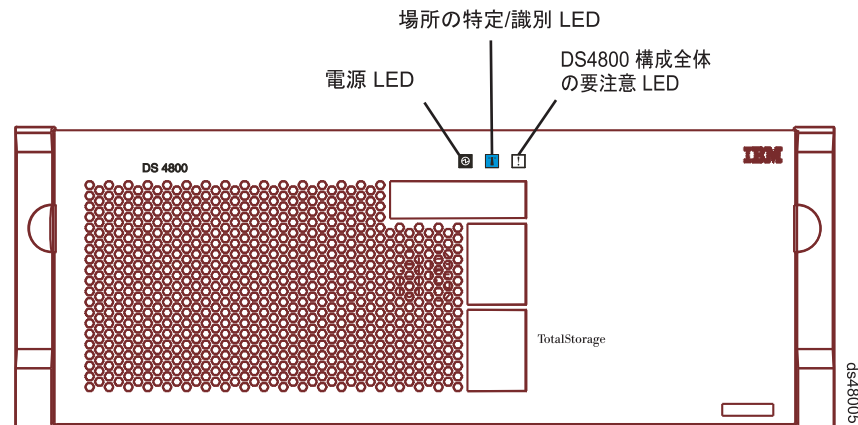

図 95. DS4800 の前面ベゼルにある DS4800 構成全体の要注意 LED
1. ストレージ・サブシステムの前面ベゼルにある DS4800 構成全体の要注意 LED を調べて、障害のある相互接続バッテリー・ユニットを突き止めます。(図 95 に、前面ベゼルにある DS4800 構成全体の要注意 LED の位置を示します。)